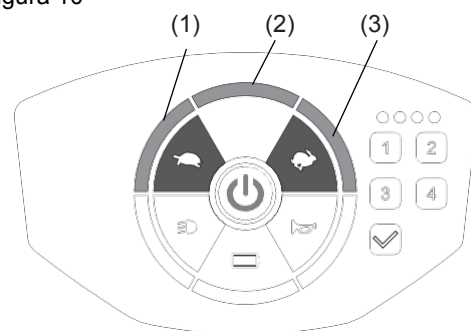

Figura 11
- Existem 3 velocidades diferentes de ajuste: mais rápido 3>2>1 mais lento. (Figura 11)